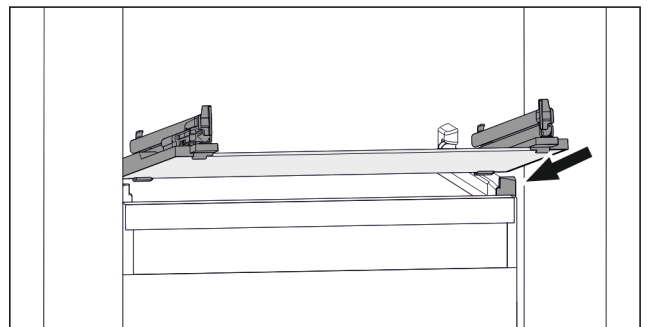

Fig. 73 玻璃隔板例图
- ▶ 将玻璃隔板斜放在止动器后面。(参见 Fig. 73)